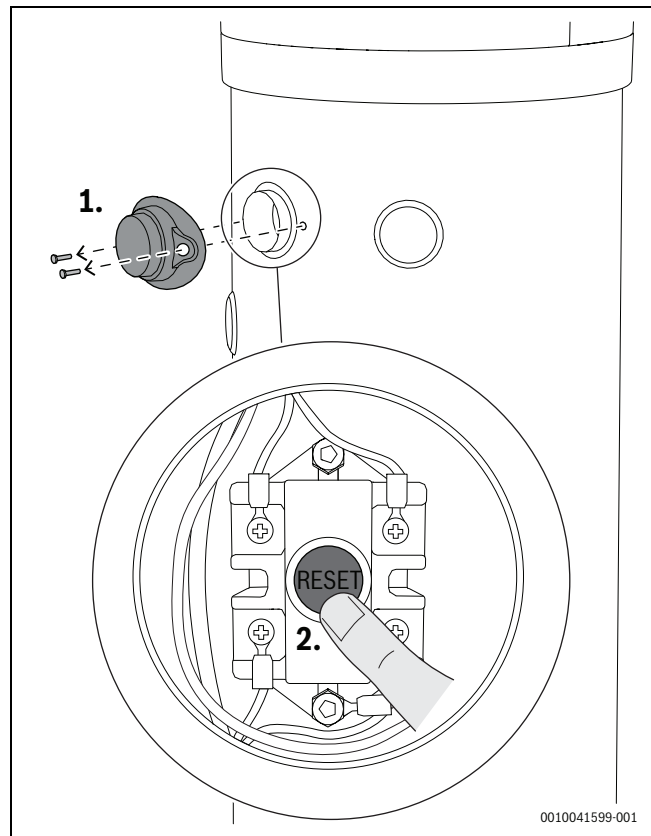

Bild 31 Thermostat-Reset
- ▶ Kunststoffabdeckung entfernen. Hierzu die entsprechenden Feststellschrauben lösen (Schritt 1, Abb. 31)
- ▶ Sicherheitsthermostat manuell zurücksetzen (Schritt 2, Abb. 31)